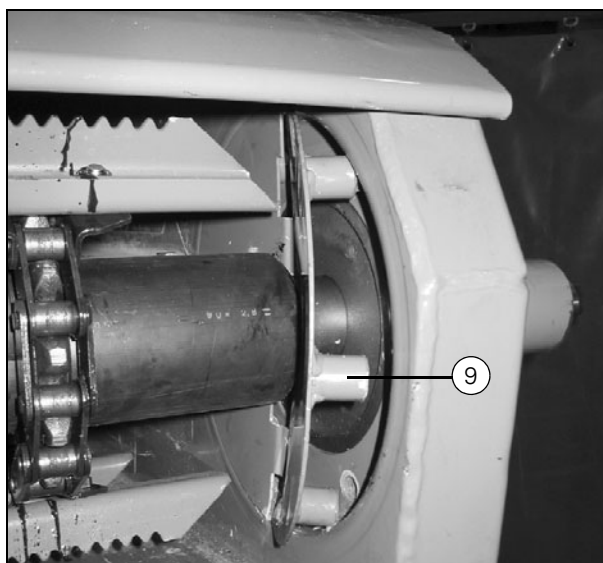

Рисунок 21
3. При установке наденьте звездочку (А) и центральную защитную трубу (D), не фиксируя, на вал.
5. Установите кожухи (9) (Рис. 21).
Примечание: Кожухи (9) (Рис. 21) должны быть расположены так, чтобы крепления находились под углом приблизительно 45° по отношению к приемному элеватору (см. рисунок).